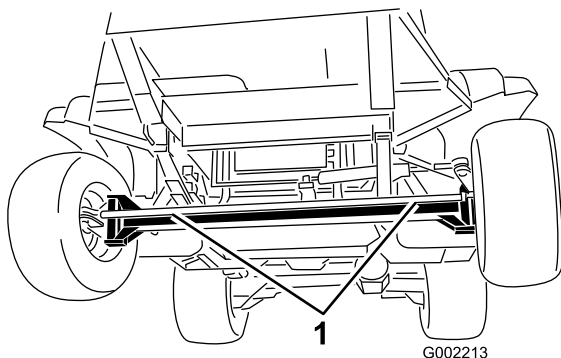
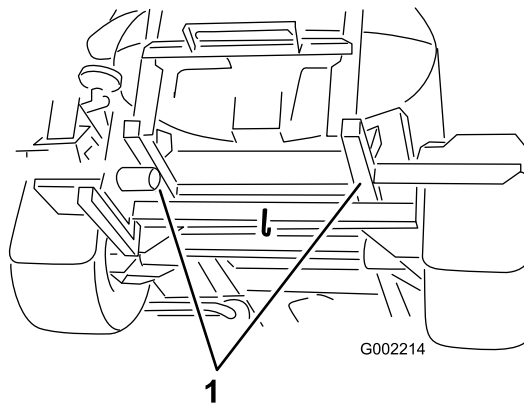

Figure 61
Figure 62
4. Accrochez un câble de remorquage au cadre ; voir les points de remorquage avant et arrière (Figure 61 et Figure 62).